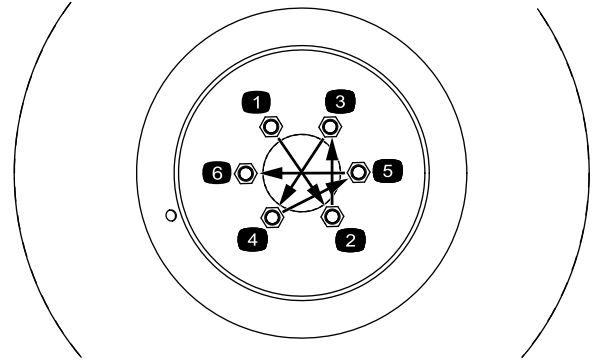

Figura 14
2. Instale os pneus frontais utilizando as porcas das rodas removidas previamente. Aperte as porcas das rodas com 94 a 122 N·m, num padrão cruzado (Figura 14).